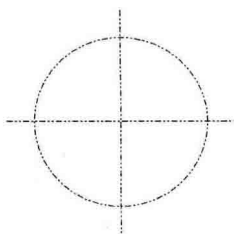

图 1-35 转化为参考线
(1) 选中所需转换的图素, 单击鼠标右键, 在下拉菜单中选取“转化为参考”命令, 系统将所选图素转化为参考线, 如图 1-35 所示。
(2) 选中所需转换的图素, 单击鼠标右键, 在下拉菜单中选取“转化为活动的”命令, 所